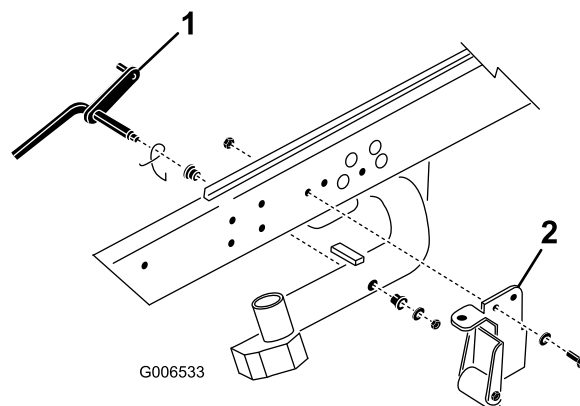

Figura 3
1. Retire la contratuerca y la arandela que sujetan el pivote al brazo de elevación N° 2 (Figura 3). Retire el pivote y el muelle del brazo de elevación. Repita el procedimiento en los brazos de elevación N° 1 y N° 3.
Nota: Los soportes de volteo (con y sin rodillo) no se utilizan con las unidades de corte DPA (Figura 3). Pueden retirarse si así se desea.